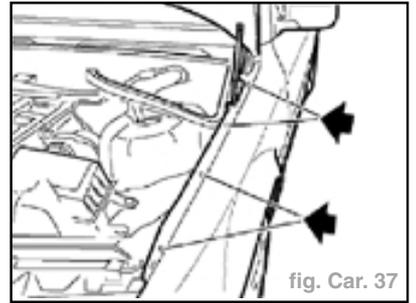

fig. Car. 37
- Déposer les vis de fixation supérieures (fig. Car. 37).